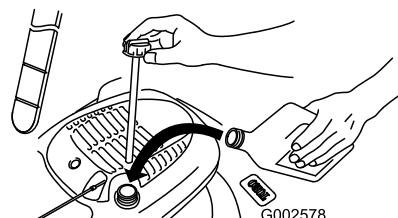

Figure 31
4. Versez de l'huile **lentement** dans le goulot de remplissage pour faire monter le niveau de liquide jusqu'au repère du plein (**Full**) sur la jauge (Figure 31). **Ne remplissez pas excessivement.** (Remplissage max. : 0,6 l, type : huile détergente SAE 30W de classe de service API SF, SG, SH, SJ, SL ou supérieure.)